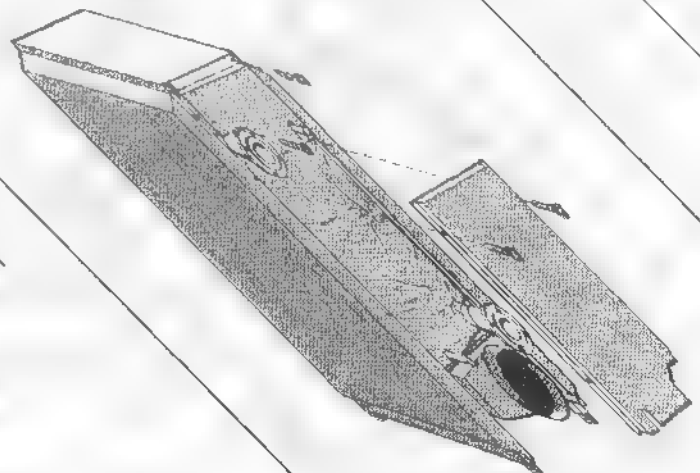

Fig. 14
ser la paroi arrière supérieure sur les arêtes des parois latérales et la visser à gauche et à droite à l'aide d'une des vis Parker dans le capot et l'arête des parois latérales (fig. 14).
- Poser la paroi arrière intérieure sur les arêtes des parois latérales et la visser à gauche et à droite à l'aide de 2 vis Parker (fig. 14).